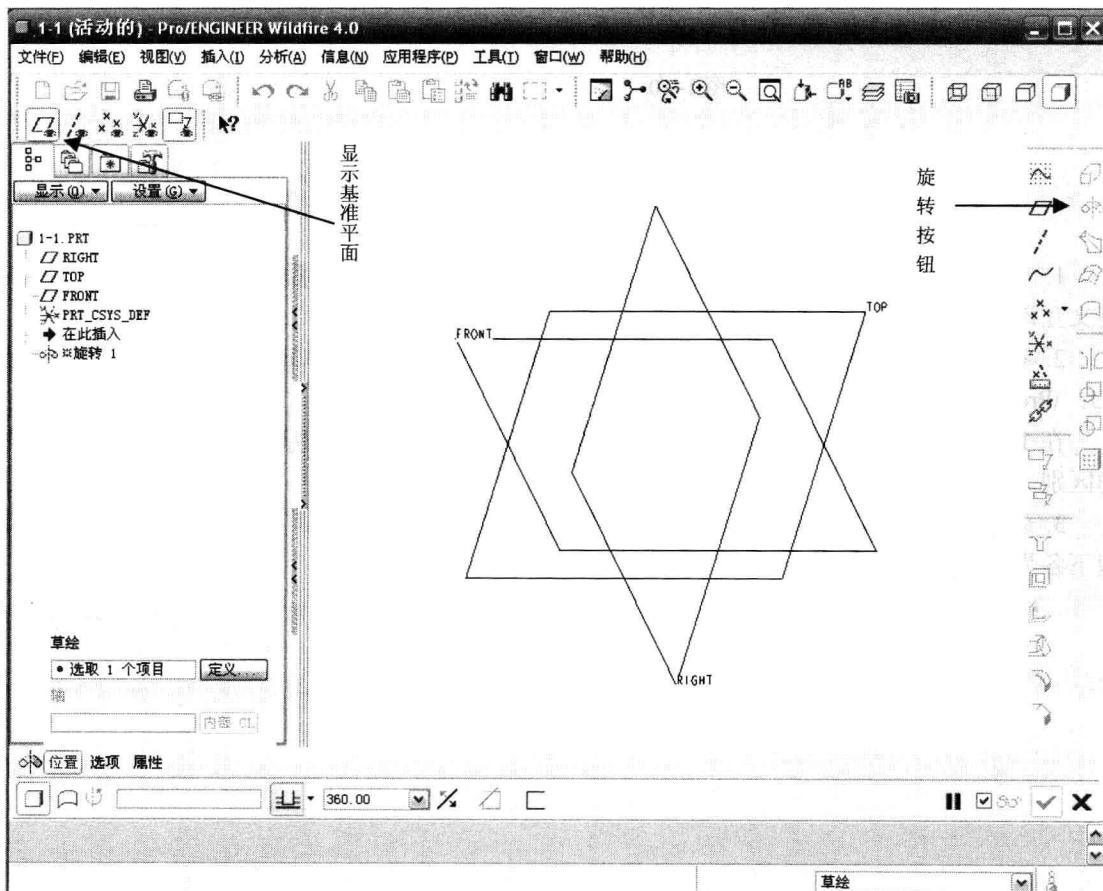

图1-9
(2) 单击“旋转”特征按钮将出现如图1-9所示窗口。单击“显示基准平面”按钮,将基准平面显示在屏幕上。